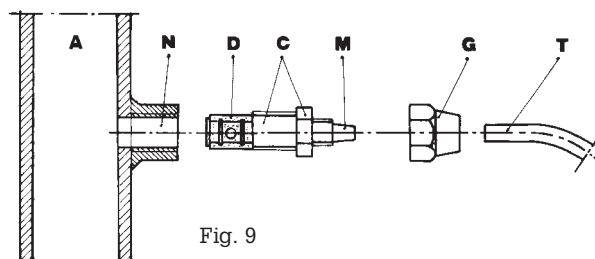

Fig. 9
g.- Seleccione el punto de inyección más apropiado en la tubería de la instalación a tratar y coloque un empalme de 3/8 " gas hembra. Este empalme no viene con la bomba. Enrosque la válvula de inyección en el empalme con la junta de impermeabilización de Teflón Fig.9. Conecte el tubo de la junta cónica de la válvula de inyección y asegúrelo con la abrazadera G correspondiente. La válvula de inyección es también una válvula estática.
3.1 - ESQUEMA DE MONTAJE DE LA VÁLVULA DE INYECCIÓN N FIG. 9